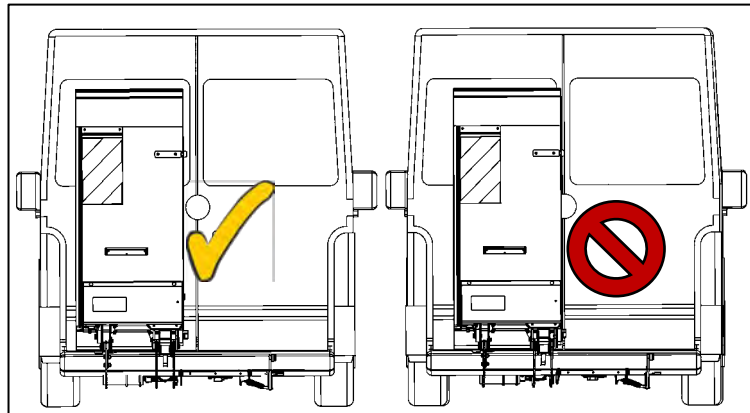

Abbildung 38
- Hubwerk nach links schieben, damit das Marken Emblem an der Hecktür nicht mit der Plattform kollidiert (siehe Abbildung 38).